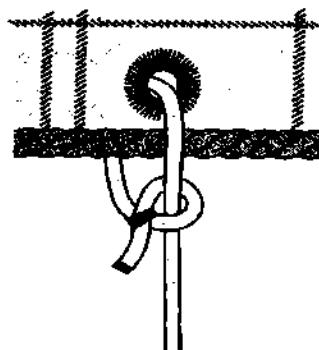

Рис. 511. С помощью *простого полуштыка* к парусу крепился бык-горден.
*Простой полуштык* очень маленький узел. С бензелем он применялся для крепления бык-гордена к нижней шкаторине прямого паруса (рис. 511). Малый размер узла позволял плотно укладывать парусину на рею во время уборки паруса.